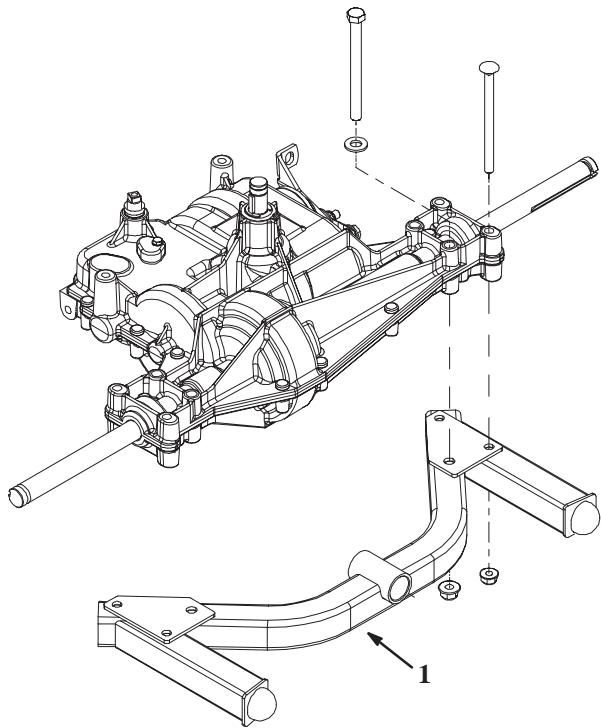

Bild 3
6. Heben Sie die Sulky-Anbauvorrichtung auf die neuen Schrauben an. Positionieren Sie sie wie in Bild 3 dargestellt.
7. Befestigen Sie die Anbauvorrichtung mit vier (4) 5/16 Zoll und zwei (2) 3/8 Zoll Muttern an der Hinterachse (Bild 3).